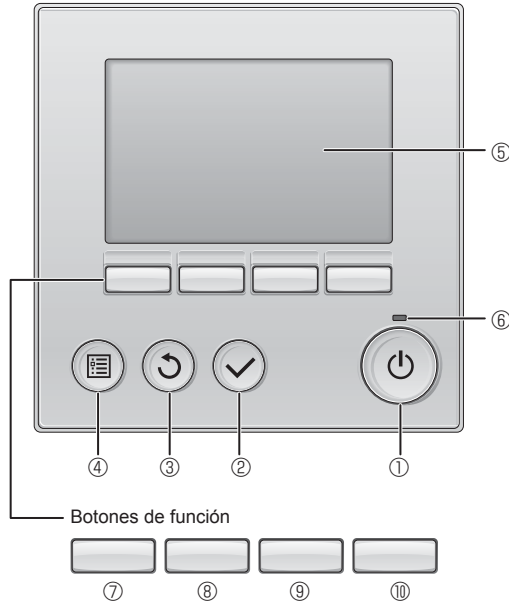

Fig. 7-1
7.2.1. Al usar el controlador remoto cableado (Fig. 7-1)
① Botón [ENCENDIDO/APAGADO]